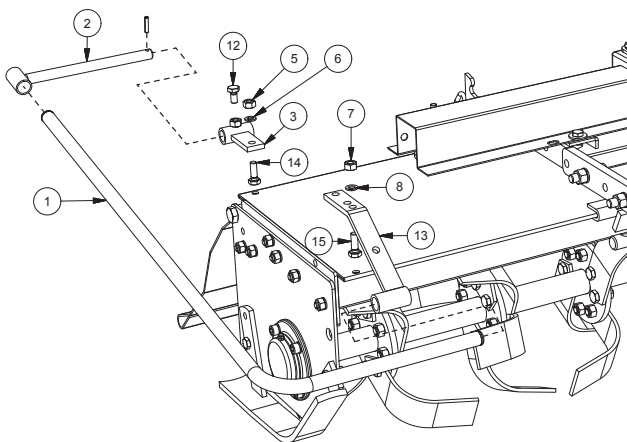

FIG. 9
1. Monter le support arrière (3, Fig. 9) avec la vis (14), l'écrou (5) et la rondelle (6).
2. Insérer le support (2) en bloquant la position avec la vis (12).
3. Insérer le côté le plus long de la protection (1) dans le support arrière (2) et insérer les supports avant (13) dans la protection (1).
4. Monter les supports avant (13) avec la vis (15), les écrous (7) et les rondelles (8).